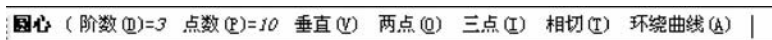

图 8-20 建立三阶圆参数设置
(2) 多种参数控制的三阶圆 。该命令用于绘制由多种参数配合生成的三阶圆,如图 8-20 和图 8-21 所示。